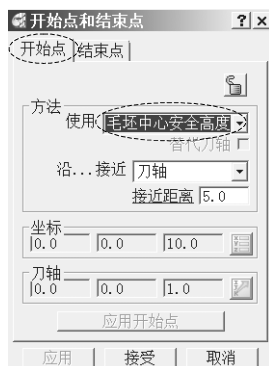
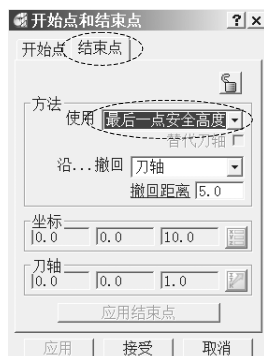

图 1-32 设置开始点
图 1-33 设置结束点
9) 设置刀具路径开始点和结束点位置：在 PowerMILL “综合”工具栏中，单击“开始点和结束点”按钮，打开“开始点和结束点”表格，在“开始点”选项卡中按图 1-32 所示设置刀路开始点，切换到“结束点”选项卡，按图 1-33 所示设置结束点。单击“接受”按钮关闭表格。